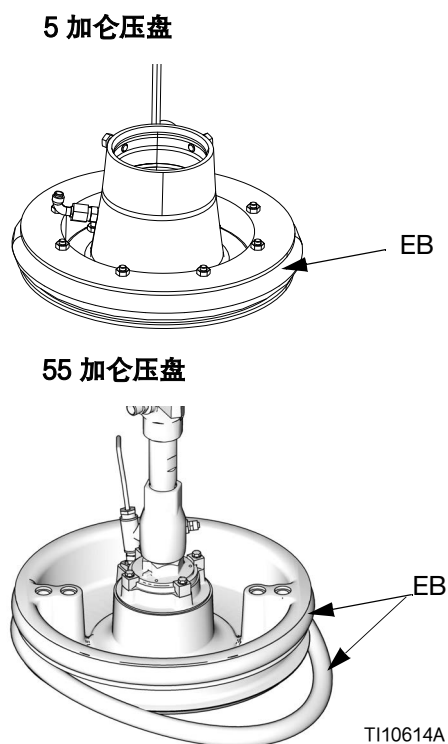

图 42
1. 使用木质或塑料工具以防损坏刮环 (EB)，清洗掉密封槽上的所有涂料。
2. 从底部开始操作，将一根刮环 (EB) 弯出压盘 (AD) 背面。参见图 42。
3. 将刮环 (EB) 插入顶槽中，让刮环前部进入槽中。
4. 如果使用 55 加仑的压盘，则将第二个刮环 (EB) 插入下部凹槽，然后将刮环的前部插入凹槽中。